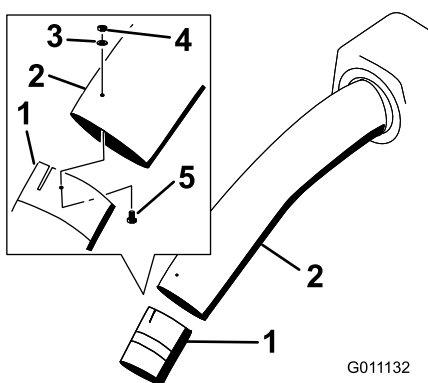

Figura 28
14. Una los tubos superior e intermedio con 3 pernos (#10 x 3/4 de pulgada), 3 arandelas planas (7/32 de pulgada), y 3 contratuerzas (#10) (Figura 28).